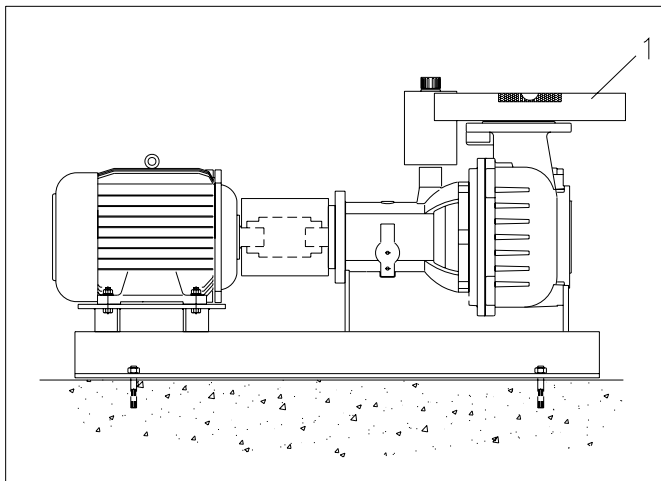

Fig. 7.2
- flänsarna rakt horisontella och vertikala se fig. 7.2 pos 1.